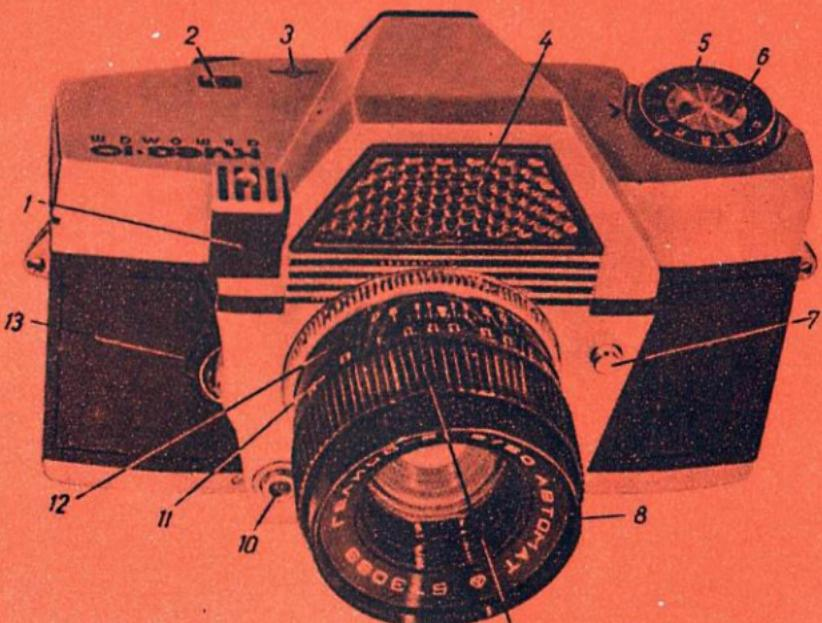

Рис. 1. Общий вид фотоаппарата:
На рис. 1, 2, 3 показаны основные детали фотоаппарата.
9. Отключить механизм автоматической установки диафрагмы поворотом диска 13 (см. рис. 1) по часовой стрелке до установки любого значения диафрагмы против индекса, так как спусковая кнопка при слабой освещенности может быть заблокирована.
11. Установить значение чувствительности заряженной пленки. Для этого, придерживая кольцо установки выдержек, поворачивать диск 6 (см. рис. 1) до совмещения этого значения с индексом. Шкала чувствительности пленки (в единицах систем ГОСТ и ДИН) и значения ее неоцифрованных делений показаны на рис. 9. Положение шкал соответствует установке пленки чувствительностью 130 ед. ГОСТ (250 ед. ГОСТ со светофильтром) или 22–23 ед. ДИН. При всех значениях чувствительности пленки шкала фиксируется.
12. Включить автоматику, повернув диск 13 (см. рис. 1) против часовой стрелки до совмещения буквы «А» с индексом.
Выдержки устанавливаются (рис. 12) как при спущенном, так и при взвешенном затворе поворотом кольца 5 (см. рис. 1) до совмещения выбранного значения выдержки с индексом на верхней крышке.
Наводка объектива на резкость (рис. 13), а также установка его по шкале расстояний производится вращением кольца 9 (см. рис. 1) объектива. В центре поля зрения окуляра видоискателя виден кружок (микрорасстр) с матовым кольцом. Кольцо 9 объектива поворачивают до тех пор, пока изображение объекта, видимое в кружке и матовом кольце, не станет резким.
Если стрелка находится над одним из делений участка шкалы диафрагм между указателями, то можно производить съемку, плавно нажав спусковую кнопку 1 (см. рис. 1). При этом диафрагмируется объектив, автоматически поднимается зеркало, срабатывает затвор, после чего зеркало опускается. При возвращении спусковой кнопки в исходное положение диафрагма объектива автоматически открывается.
При съемке слабо освещенных объектов или при необходимости корректировки экспозиции механизм автоматики должен быть отключен поворотом диска 13 (см. рис. 1) по часовой стрелке до совмещения первой точки с индексом. На диске 13 нанесена буква «А» (автомат) и шкала диафрагм. Неоцифрованным значениям шкалы соответствуют те же значения, что и на шкале диафрагм в поле зрения окуляра видоискателя, т. е. 1,4; 2,8; 5,6; 11 и 22.